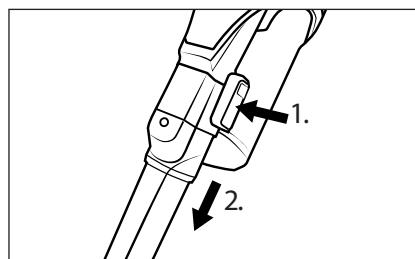

Fig. 15
- ◆ Pour retirer l'accessoire, maintenez la touche de déverrouillage de l'accessoire enfoncée, puis retirez l'accessoire du tube d'aspiration ③ ou de l'orifice d'aspiration de l'appareil (voir fig. 15).